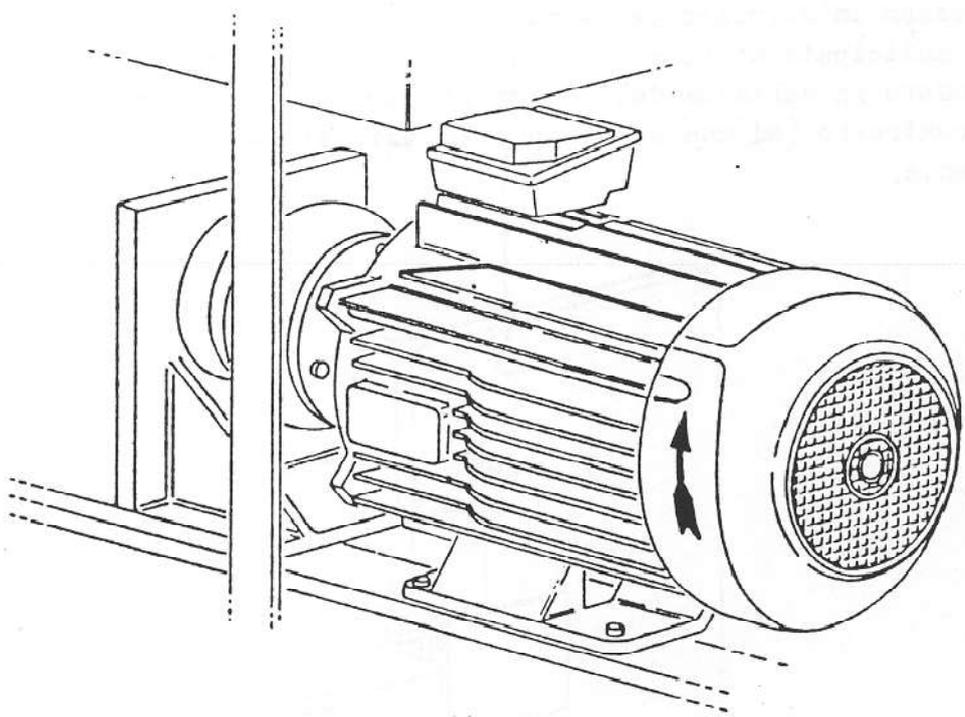

FIG. 2-9
- Verificare che il moto rotatorio delle pompe avvenga secondo il senso orario (vedere freccia della Fig. 2-9); in caso contrario, scambiare il collegamento di due fili del cavo d'alimentazione.